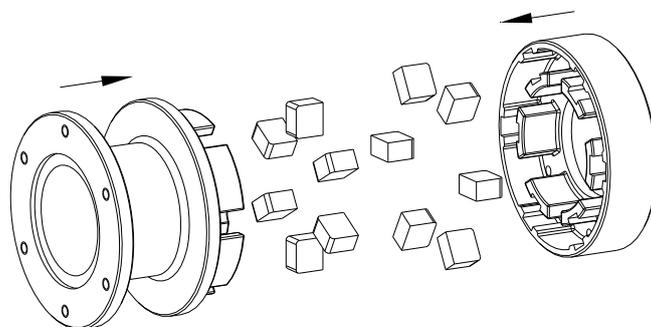

Figura 17: Montaje de la brida, el espaciador y los elementos elásticos.
- Monte la brida, el espaciador y los elementos elasticos (ver figura 17).